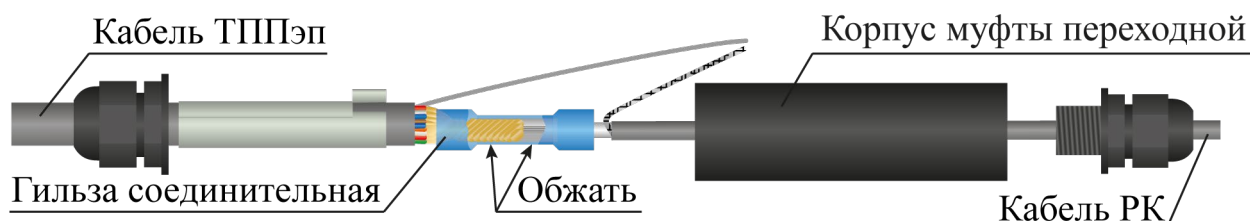

Рисунок 4.42
- в ответное отверстие гильзы вставить зачищенные концы кабеля ТППЭп. Гильзу обжать с помощью специального инструмента со стороны кабеля ТППЭп (рисунок 4.42);